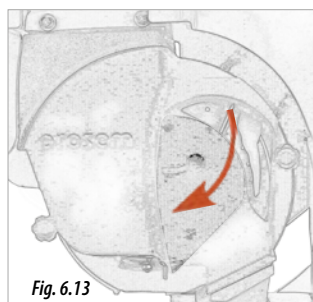

Fig. 6.13
3. Girar manualmente una rueda motriz en sentido de la marcha, aflojar el pomo y abrir la puerta de inspección (Fig. 6.13) para comprobar la distribución de semilla en el disco de semilla.